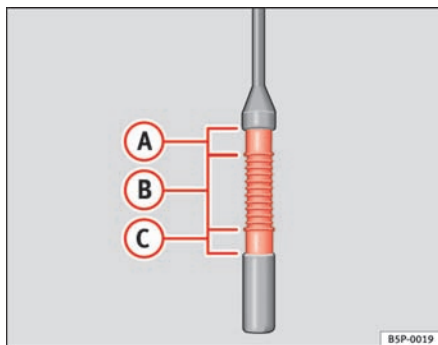

Fig. 165 Oliepind
- Træk derefter oliepinden op igen, og aflæs oliestanden ⇒ fig. 165. Efterfyld om nødvendigt motorolie.